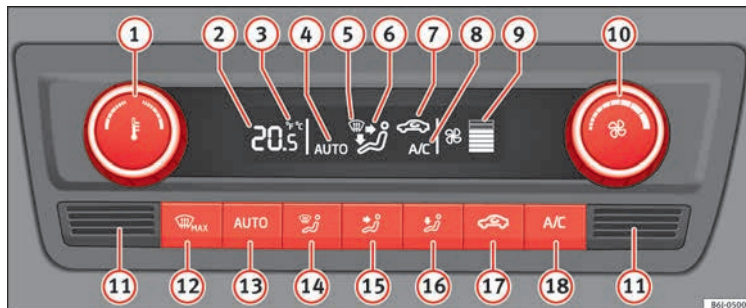

Abb. 171 Climatronic: Bedienelemente
- **A/C** **18** » **Abb. 171** eingeschaltet.
Wenn Sie eine Taste drücken, wird die jeweilige Funktion eingeschaltet und die Klimaautomatik in Betrieb genommen, falls diese ausgeschaltet war, dies erfolgt außer bei Taste **17** » **Abb. 171** (Umluft).
- Drehen Sie den Schalter **10** nach links, bis sich die Segmente der Spalte **9** » **Abb. 171** ausschalten.
- Drücken Sie die Taste **AUTO** **13** » **Abb. 171**.
Drücken Sie gleichzeitig **2 Sekunden** lang die Tasten **AUTO** und **A/C** » **Abb. 171**. Auf dem Display erscheinen die Daten in der gewünschten Einheit.
- **Im unteren Teil befindet sich der Innenraumtemperatursensor **11** » **Abb. 171**. Überkleben oder überdecken Sie den Sensor nicht, da sonst die Climatronic ungünstig beeinflusst werden könnte.**
- Drücken Sie die Taste **AUTO** **13** » **Abb. 171**. Auf dem Display erscheint **AUTO**.
- Nach dem Einschalten der Zündung können Sie mit dem Drehregler **1** » **Abb. 171** die gewünschte Innentemperatur einstellen.
• Drücken Sie die Taste  **17** » » **Abb. 171**. Das Symbol  erscheint auf dem Display.
• Drücken Sie die Taste  **17** » » **Abb. 171**. Das Symbol  auf dem Display verschwindet.
• Drehen Sie den Regler **10** » » **Abb. 171** nach links (Gebläsedrehzahl verringern) bzw. nach rechts (Gebläsedrehzahl erhöhen).
• Drücken Sie die Taste  **12** » » **Abb. 171**.
• Drücken Sie mehrmals die Taste  **12** » » **Abb. 171** oder drücken Sie die Taste .